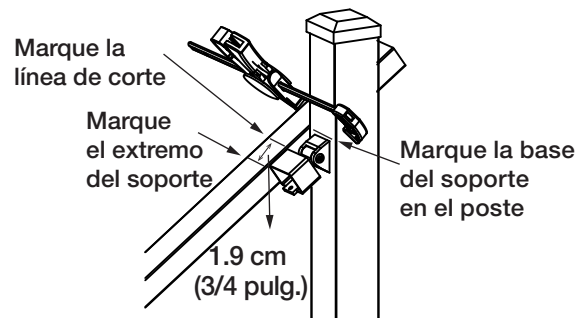

fig. 10
Paso 5 Mida la distancia entre los postes instalados para determinar la longitud del barandal superior. Posicione el barandal en las escaleras sobre un bloque espaciador, a lo largo de los salientes de la escalera. La distancia entre el poste y el espaciador de cable debe ser igual en ambos lados. Cuando el barandal esté en su posición, use abrazaderas para fijar el barandal a los postes. Arme provisionalmente los soportes rotativos. Posicione el soporte rotativo en su sitio junto con el barandal sujeto con abrazaderas. Marque el barandal en el extremo del soporte, sume 1.9 cm (3/4 pulg.) y haga una segunda marca para cortar. Marque el poste a lo largo de la parte superior o inferior de la base del soporte (B4). Vea la fig. 10. Repita en las ubicaciones del otro soporte y poste.
Paso 6 Marque las ubicaciones de los agujeros de tornillos del soporte en la parte inferior de los barandales. Quite los soportes. Haga agujeros guía que atraviesen solamente el barandal con una broca de 3 mm (1/8 pulg.). Fije el extremo delantero de los soportes (B1) a los rieles usando (2) tornillos de cabeza plana (2) 10 x 1" (B9) incluidos.
Paso 7 Sujetando las bases de soportes en los postes en las ubicaciones marcadas previamente, transfiera la ubicación de los agujeros para tornillos de la base del soporte (B4) al poste. Nota: incluya la cubierta lateral del soporte (B3) cuando determine la ubicación del centro. Haga agujeros guía en el poste con una broca de 3 mm (1/8 pulg.). Posicione la base de cada soporte con la cubierta lateral del soporte hacia las escaleras, y fíjela al poste con los (2) tornillos de cabeza plana autorroscantes #10 x 2.5 cm (1 pulg.) (B7) que se incluyen.